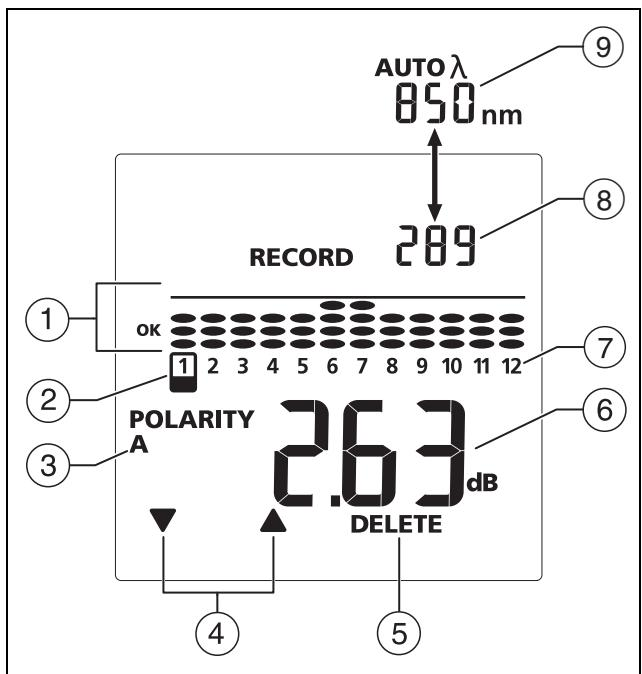

Figura 11. Display di visualizzazione record (viene visualizzata la misura dell'attenuazione)
- 2 Utilizzare **F1** ▼ o **F2** ▲ per selezionare il set di record da eliminare. Vedere la sezione Figura 11 a pagina 28.